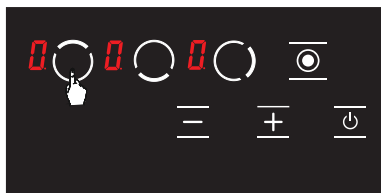

Рисунок 6
2. Нажмите нужную кнопку выбора конфорки. При первом нажатии значок будет отображаться на соответствующей конфорке. (см. Рис. 6)